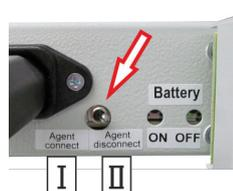

Fig. 27 : Commutateur de blocage
1. ➤ Bloquer le système : Commuter le commutateur de blocage (Fig. 27 / flèche) sur « Agent disconnect [bloqué] » (Fig. 27 / II).